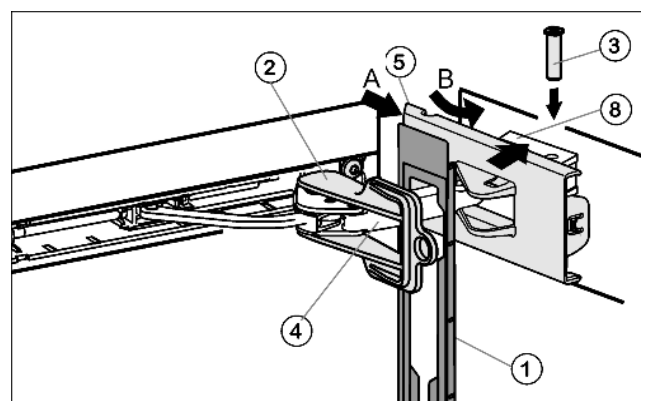

Fig. 24
- ▶ Навесьте накладку Fig. 24 (1) на амортизационную скобу Fig. 24 (4) таким образом, чтобы передние защёлки показывали во внутрь, а передняя сторона была направлена к устройству.
- ▶ Отодвиньте (A) крышку Fig. 24 (5) снаружи и поверните (B) через опорную деталь Fig. 24 (8).
- ▶ Установите крышку Fig. 24 (5) и защёлкните ее до первого фиксатора.
- ▶ Притяните амортизационную скобу Fig. 24 (4) к опорной детали Fig. 24 (8) и сверху вставьте палец Fig. 24 (4) таким образом, чтобы квадратная головка сидела в углублении.
- ▶ Теперь полностью защелкните крышку Fig. 24 (5) на опорной детали Fig. 24 (8).
- ▶ Поворотом снимите фиксатор Fig. 24 (2).
- ▶ Защелкните накладку Fig. 24 (1) на дверце.